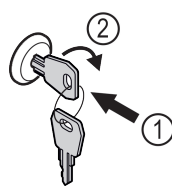

Fig. 196 Ilustratīvs attēlojums
- ▶ Iespiediet atslēgu Fig. 196 (1).
- ▶ Grieziet atslēgu par 90° pulksteņrādītāja virzienā Fig. 196 (2).